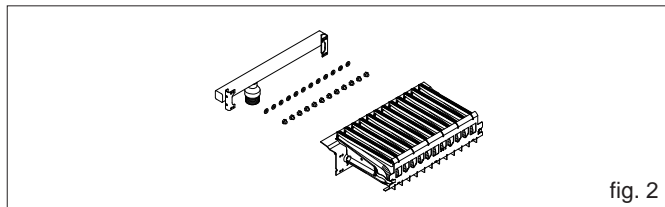

fig. 2
- utilizando uma chave de tubo ou de boca, remover as boquilhas e as anilhas (fig. 2) e substituí-las pelas que se encontram no kit